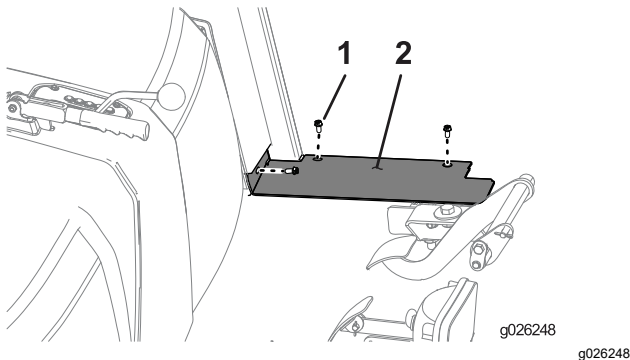

Figura 45
1. Instale os painéis da placa do chão em cada lado da máquina utilizando três parafusos (¼ pol.) como se mostra na Figura 45.